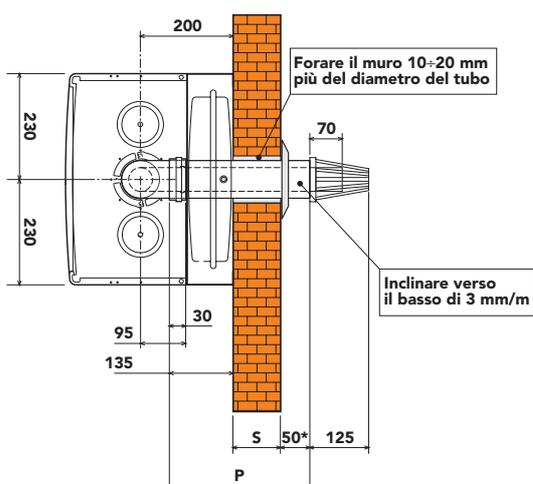

fig. 10a
4. Se necessario, tagliare la tubazione terminale a misura, considerando che la tubazione esterna dovrà sporgere dal muro per un tratto compreso tra 10 e 60 mm (fig. 10a e 10b). Eliminare le sbavature da taglio.